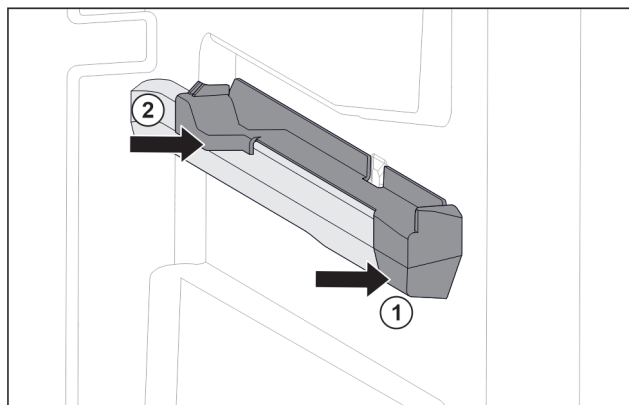

Fig. 59 Вставная часть на правом контейнерном ребре
- ▶ Наденьте вставную часть спереди на контейнерное ребро. Fig. 59 (1)
▶ Нажмите на вставную часть сзади. Fig. 59 (2)